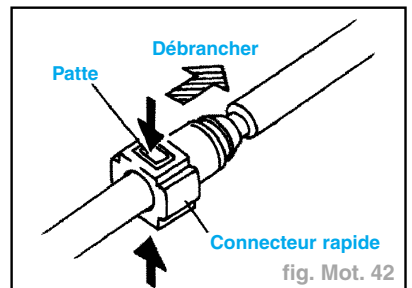

fig. Mot. 42
- Presser les pattes du connecteur rapide de la conduite de carburant principale et débrancher la conduite de carburant en plastique (fig. Mot. 42).